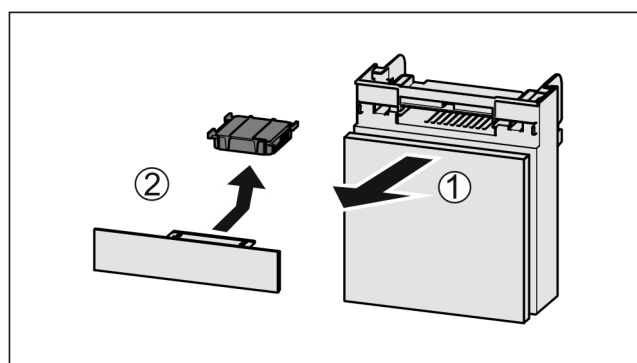

Fig. 90
- Extraire le compartiment par l'avant Fig. 90 (1).
- Sortir le filtre à charbon actif Fig. 90 (2).